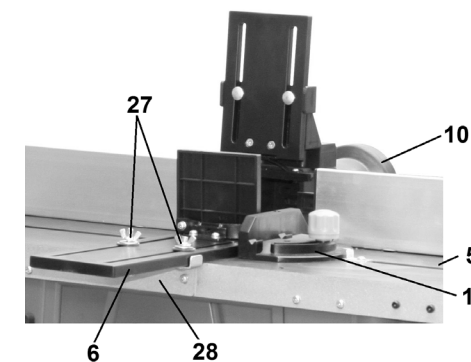

Рис.7
8.4.2. Как показано на Рис.7, на рабочем столе (5) установите и закрепите скобу (28). На скобе (28) установите и закрепите направляющую прижимной планки (6). В паз рабочего стола (5) установите направляющую скоса (11).